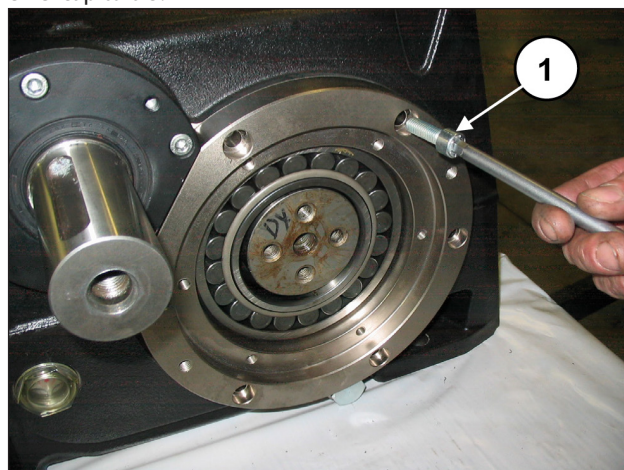

Fig. 75
Bloquear las tapas portacojinete con los 6+6 tornillos M10x30 (pos. ①, Fig. 75).